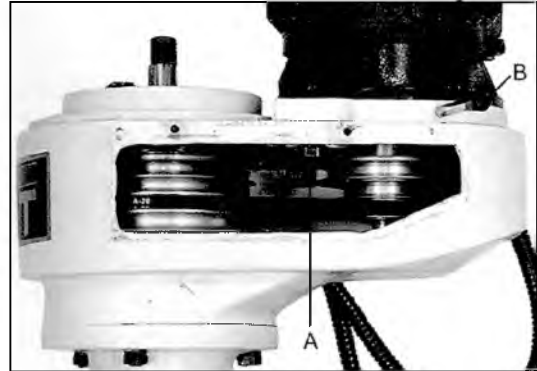

Рис. 5
- поворотом рукояток А и В (Рис. 5) ослабить прижимные гайки двигателя;